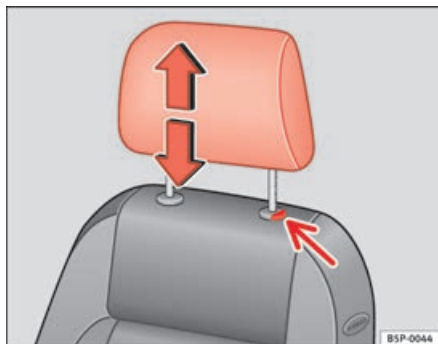

Fig. 94 Regulação ou desmontagem dos encostos de cabeça
- Premir o botão ⇒ fig. 94 (seta).